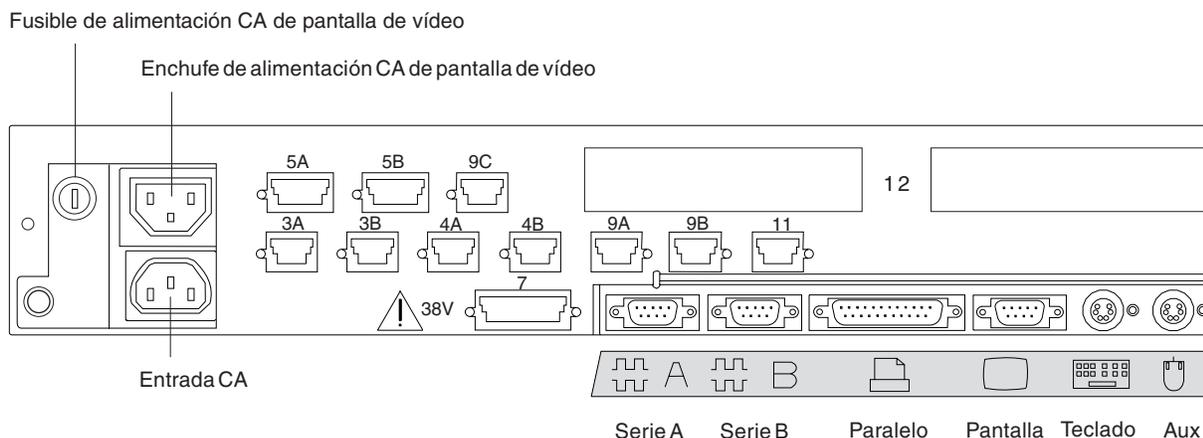

Figura 82. Parte posterior del Terminal de Punto de Venta IBM 4693-4x1
- En la Figura 82 marque con una X los zócalos a los que se conectan los dispositivos POS.